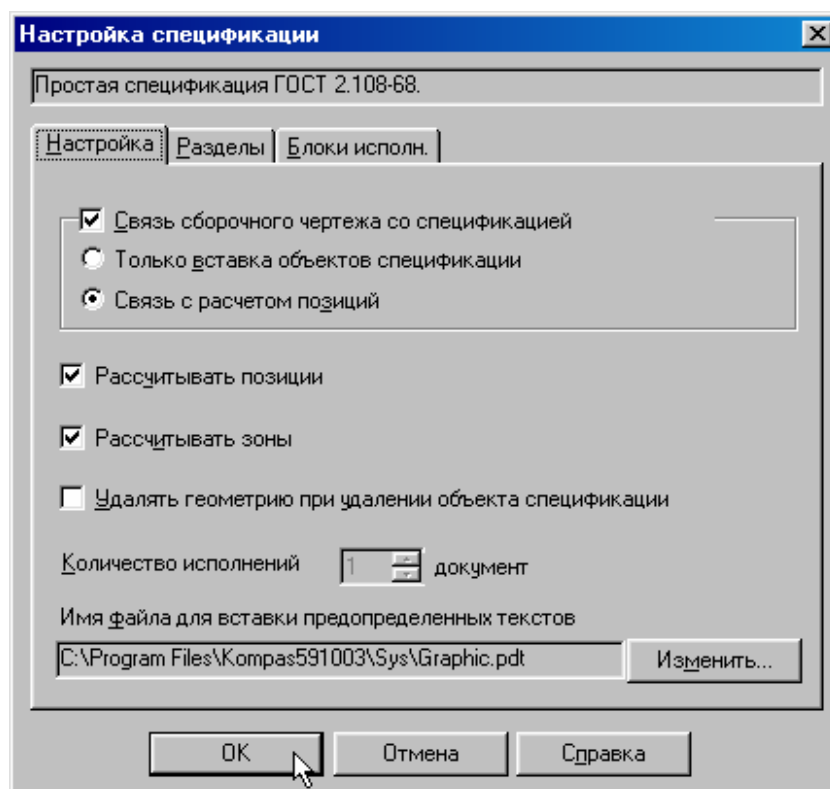

Рис. 30
2. Выполните команду **Настройка – Настройка спецификации**. На экране появится диалоговое окно **Настройка спецификации**, рис. 30. Проверьте, включен ли флажок **Связь сборочного чертежа со спецификацией** и кнопка **Связь с расчетом позиций**. Включите флажки **Рассчитывать позиции** и **Рассчитывать зоны**.